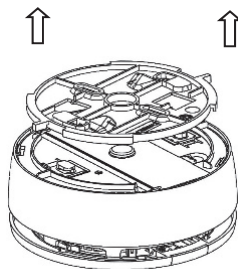

Figura 5
2. Quitar el soporte de montaje de plástico del detector (ver la Figura 5).
1. Quitar el soporte de montaje de plástico del detector (ver la Figura 5).